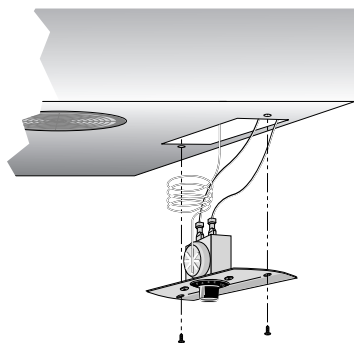

Рис. 1. Доступ к терморегулятору.
3. Осторожно получить доступ к корпусу терморегулятора (см. рис. 1).